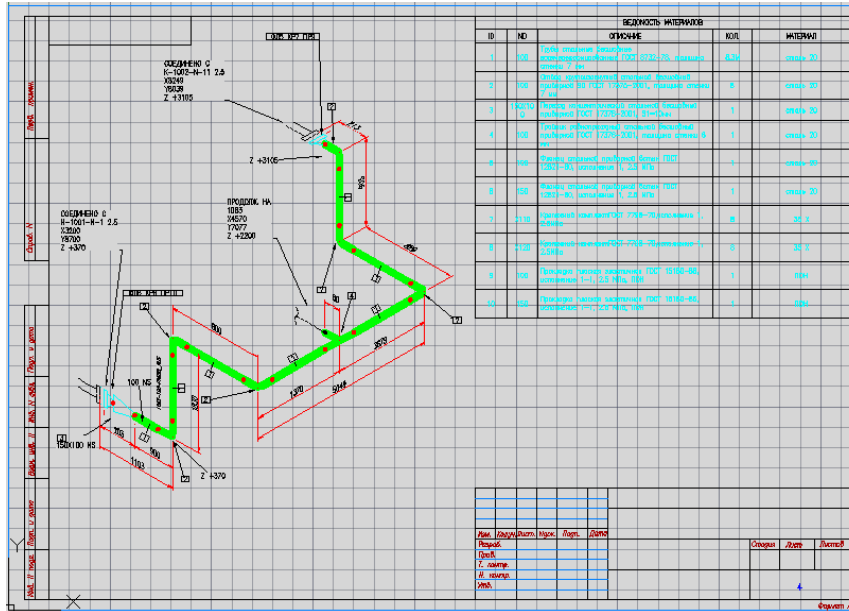

Рис. 117
- Нажмите на ссылку, чтобы открыть изометрический чертеж (Рис. 117).